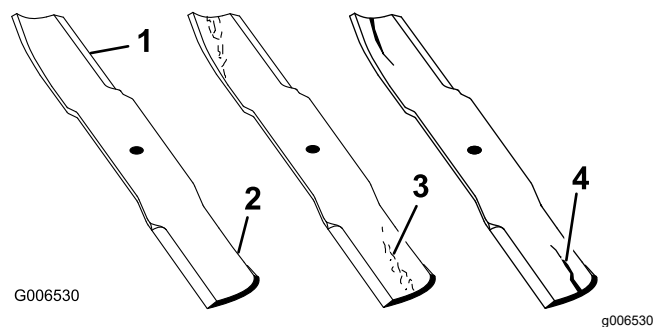

Figure 80
1. Examinez le tranchant des lames (Figure 80).
4. Remplacez immédiatement toute lame fendue, usée ou qui présente une entaille sur cette partie (Figure 80).